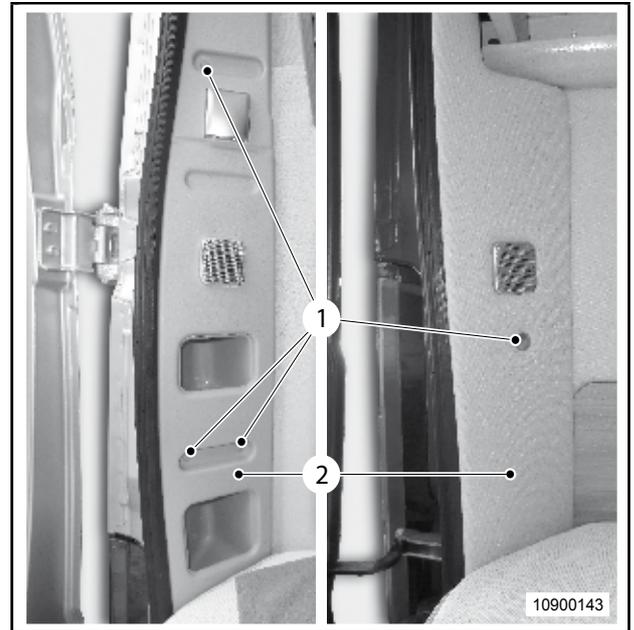

Abb. 88 Verkleidungen Heck
3. Die Kappen (Abb. 88, Pos. 1) der Schrauben an der Kunststoff- oder Stoffverkleidung (Abb. 88, Pos. 2) (rechts oder links) im Heck entfernen.
4. Mit einem Steckschlüssel (Torx T20) die Schrauben an den Verkleidungen (Abb. 88, Pos. 2) lösen und die Verkleidungen vorsichtig abnehmen. Die Kabellänge der Lautsprecher und Steckdosen beachten.